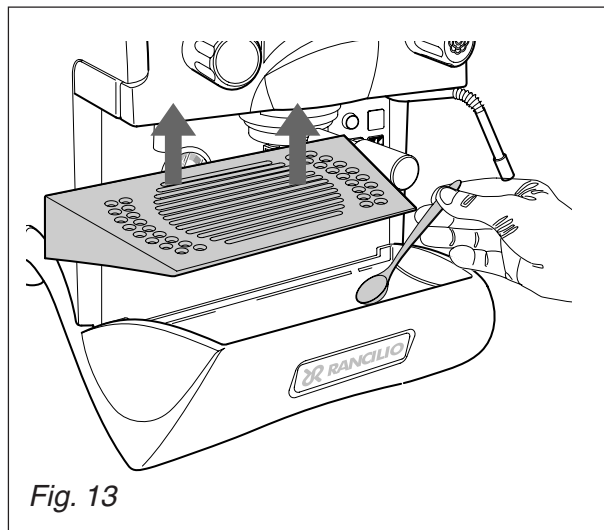

Fig. 13
- Examinar y limpiar también la cubeta de descarga (Fig.13) eliminando, con una cucharita, el eventual barro de posos.